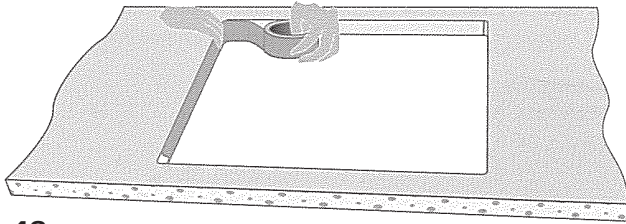

fig. 46
- in de uitsparing dient een hitte-reflecterende alu-tape te worden aangebracht – type 3M-425 T26 (fig. 46)